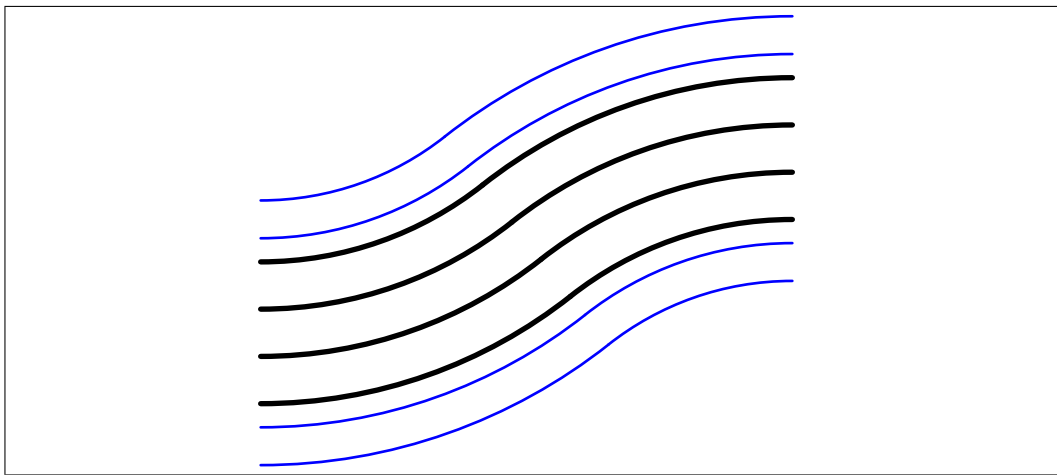

FIGURE 10: Le module 415 au 1 :20.
Il s'agit d'une chicane. Elle est composée d'un demi-droit (402) suivi par deux virages standards (407). Figure 10 page 8.